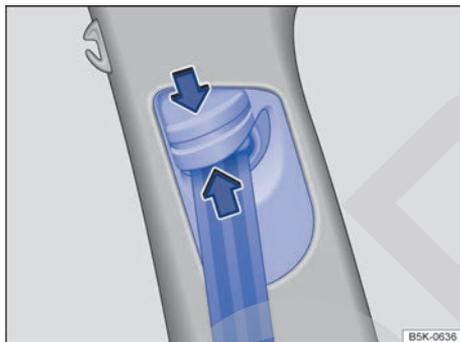

Fig. 36 Junto a los asientos delanteros: regulador de la altura del cinturón.
- Comprima el dispositivo de reenvío en el sentido de las flechas y manténgalo en esta posición → **fig. 36**.